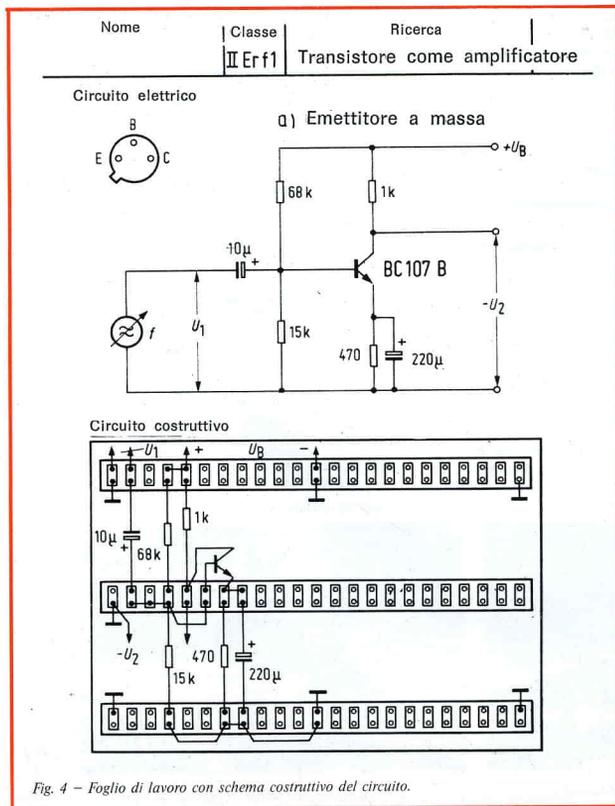

Fig. 4 - Foglio di lavoro con schema costruttivo del circuito.
1. Schemi elettrici e costruttivi (fig. 4).